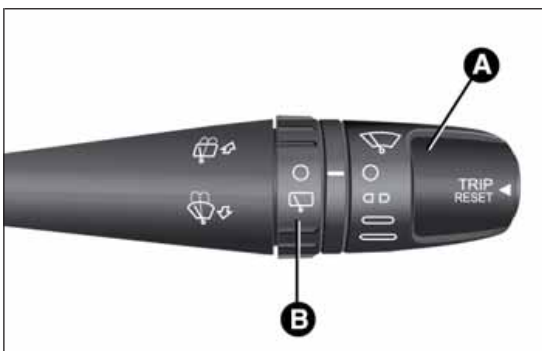

Abb. 220
- Den Gewinding A Abb. 220 auf die Position  drehen (Scheibenwischer aus);